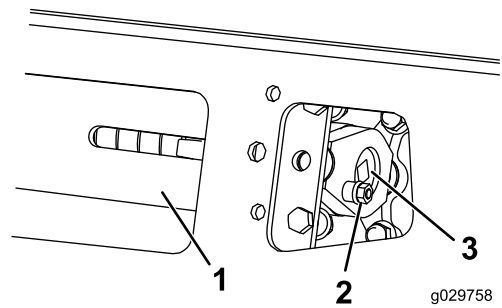

図 59
3. ロックンボルト、スペーサ、ナットを外す 図 59。
5. テンションねじのノッチのうち、ロックンボルトの穴に一番近いノッチを穴に合わせ、ねじを溝をローラを適切な穴に合わせてセットし、シャフトを通してボルトとナットで固定する 図 59。
4. ロッキングボルトとナットを外す 図 59。
5. 1/2" のドライブレッチを使用して、テンションねじを左にまわしてドライブテンションを解放する 図 59 と 図 65。